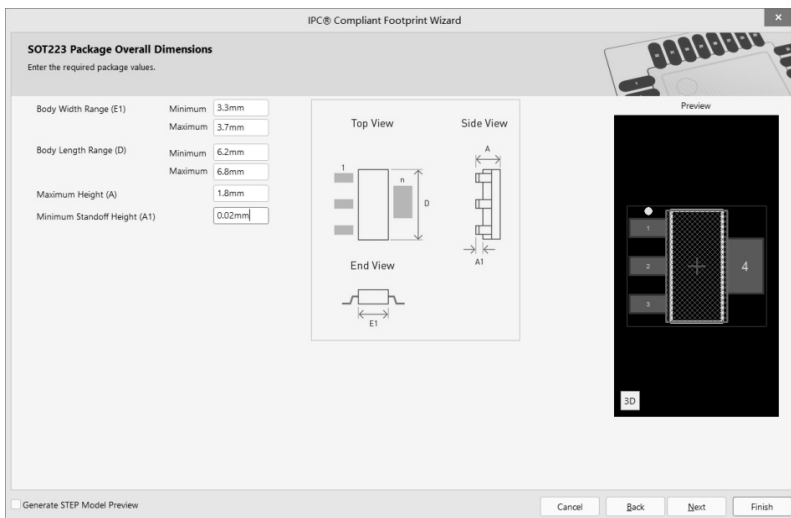
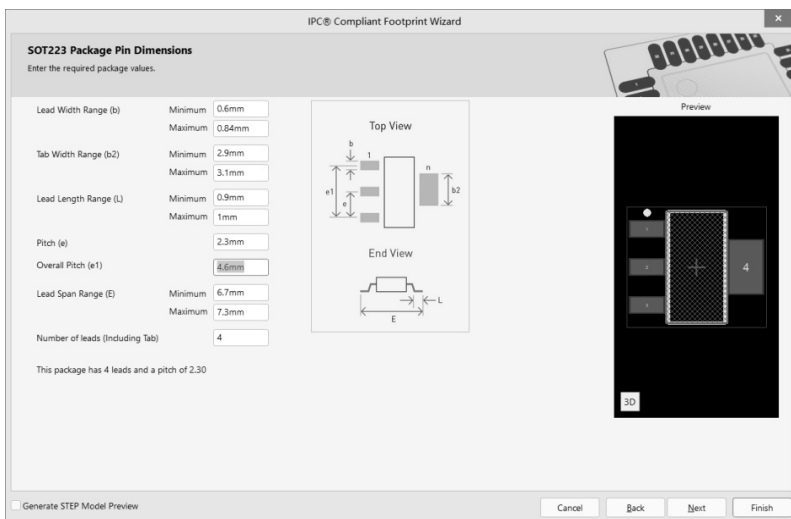

图 3-53 输入芯片参数
图 3-54 填入芯片参数
(2) 单击 Next 按钮, 在弹出的 Select Component Type 对话框中选择相应的封装类型, 这里选择 SOT223 系列。
(3) 选择好封装类型之后, 单击 Next 按钮, 在弹出的参数对话框中根据芯片规格书输入对应的参数, 如图 3-53 和图 3-54 所示。